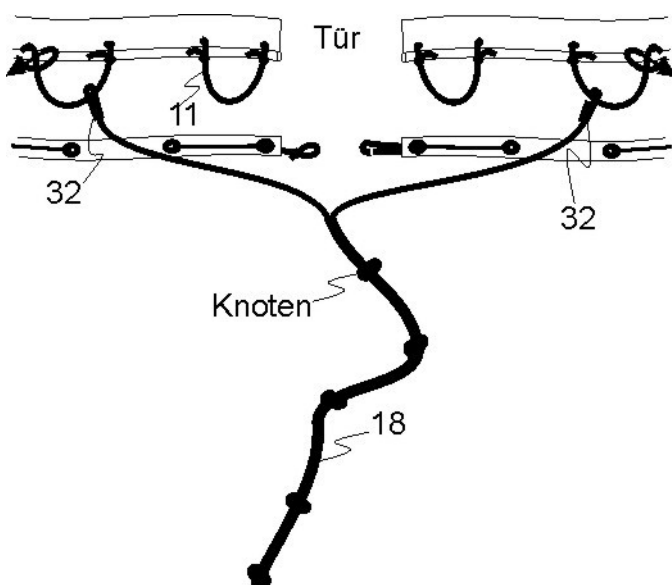

Abb. 6.1
#### Schritt 6: Zusammenbau des Zugseiles (Abb. 6.1/6.2)
##### **Zugseil (18)** (Abb. 6.1)
Zugseil (18) laut Abb. 6.1 montieren, Knoten im einen Abstand von Ihrer Armlänge.